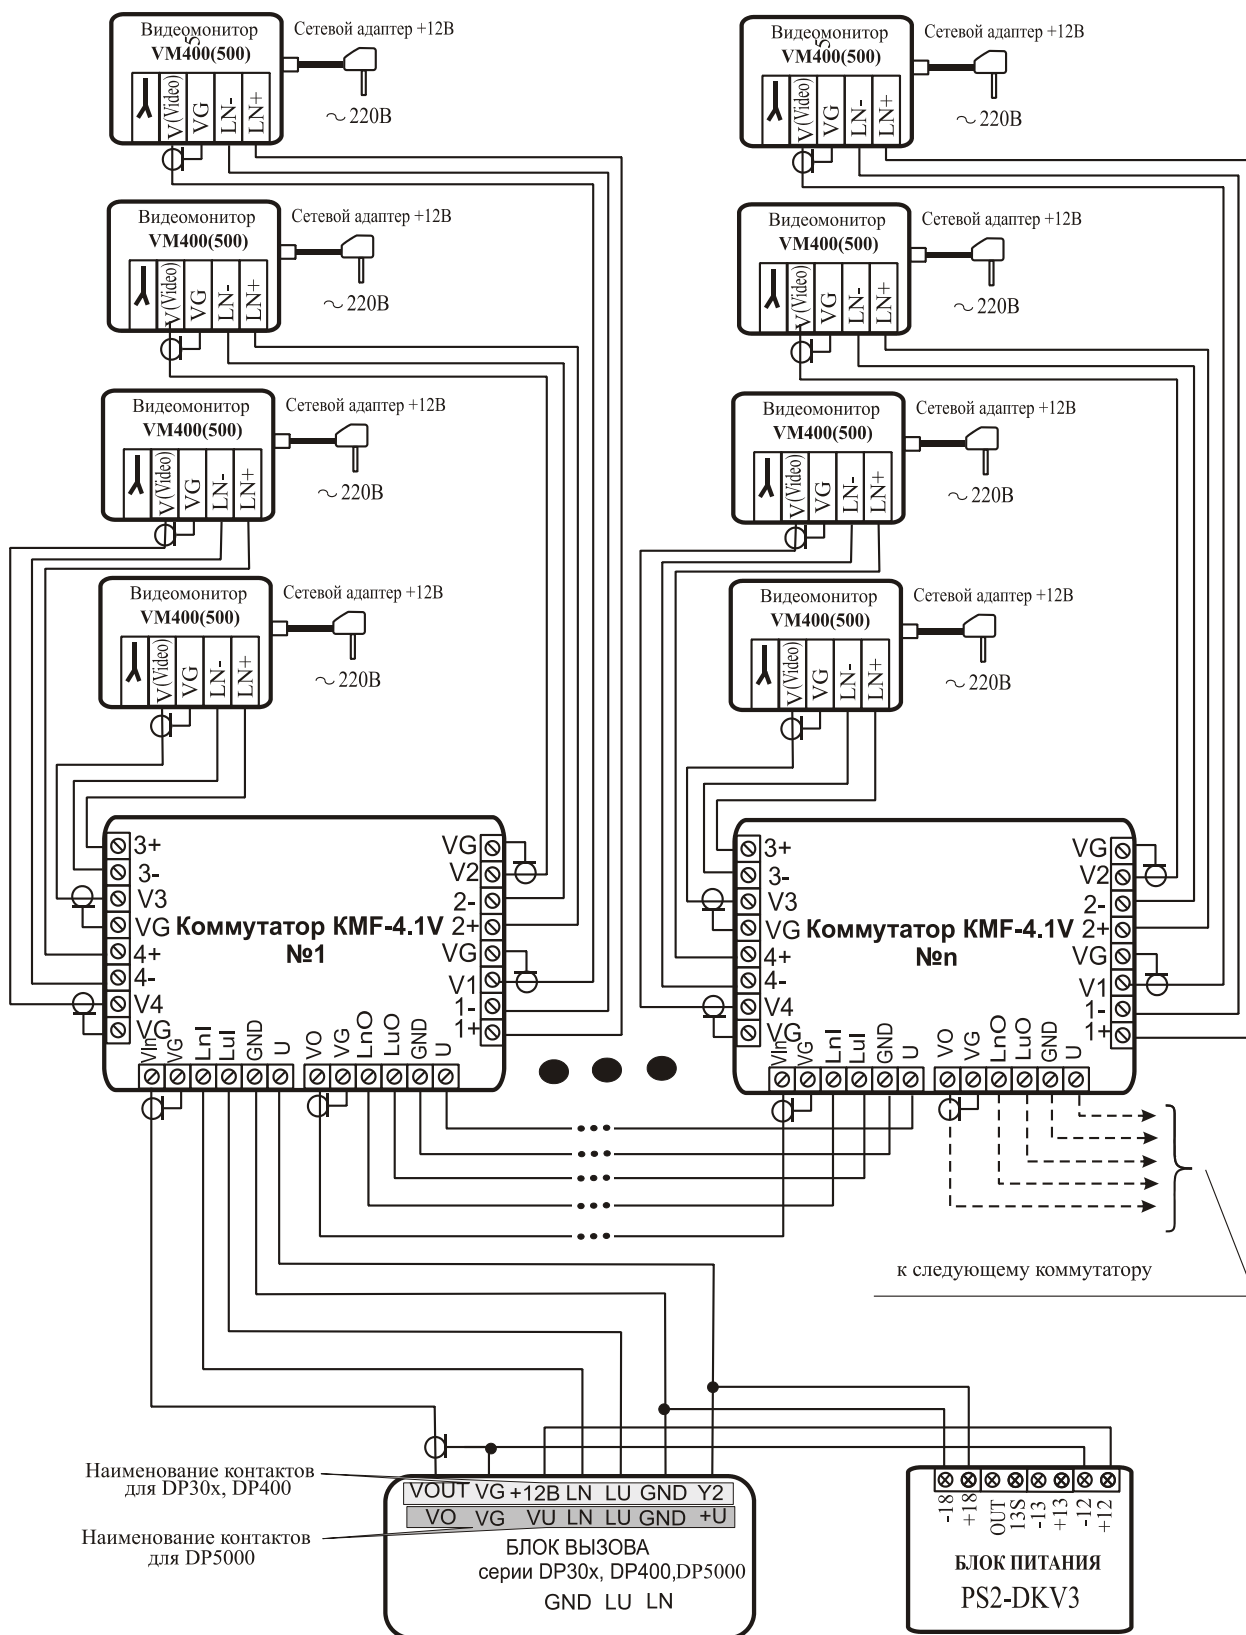

Рис.3 Схема подключения коммутатора этажного комбинированного KMF-4.1V
7.2.5 С блоком вызова коммутаторы соединяются по трехпроводному кабелю для аудиосигнала (LN,LU,GND) и по коаксиальному кабелю с волновым сопротивлением 75 Ом для видео (VOUT,VG), как показано на монтажной схеме рис.3.
7.2.6 С видеомониторами коммутатор соединяется согласно приведенной монтажной схеме (рис.3) по двухпроводному кабелю для аудиосигнала (п.7.2.8) и коаксиальному кабелю для видео (п.7.2.8).
7.2.7 Подключение коммутаторов в составе домофонных комплексов серии DP30x, DP400 и DP5000 представлено на рис.3.